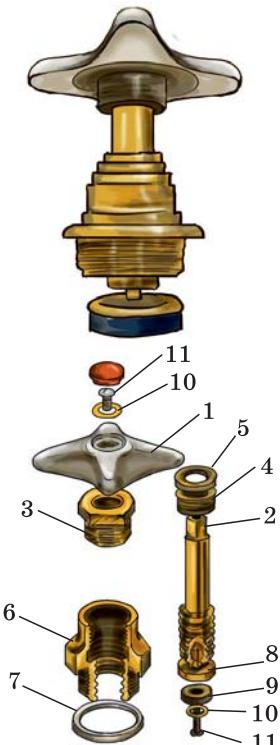

Рис. 3. Устройство вентильной головки:
Вентильная головка, входящая в конструкцию смесителя, – это запорное устройство для управления движением воды (рис. 3). Так же, как и в водопроводном кране, при вращении маховичка по часовой стрелке прокладка прижимается к отверстию в корпусе смесителя, по которому поступает вода, и перекрывает его.
Для устранения этой неисправности необходимо заменить вентильную головку. Причиной этого является износ резьбы на шпинделе (2) или в корпусе (6) (рис. 3).
Для устраниния подтекания воды следует подтянуть (закрутить сильнее по часовой стрелке) гайку (3) (рис. 3). Если это не поможет, то нужно полностью отвернуть гайку и вытащить тонкой отверткой старый сальник (набивку) из зазора между шпинделем (2) и корпусом (6). После этого намотать на шпиндель несколько витков пропитанной маслом льняной или конопляной нити (пакли). Гайку (3) заворачивают в корпус (6), уплотняя сальник, и проверяют легкость вращения шпинделя маховичком. Можно также, вытащив старый сальник, заменить его новым – резиновым.
Для устраниния этих неисправностей прежде всего перекрывают запорными вентилями подачу холодной и горячей воды в водопроводную систему жилища. Затем, вращая маховичок против часовой стрелки, открывают вентильную головку, чтобы проверить надежность перекрытия воды. Откручивают винт крепления маховичка и снимают его. После этого ключом вывинчивают корпус вентильной головки (6) (рис. 3) из смесителя и заменяют прокладку (9) на новую.